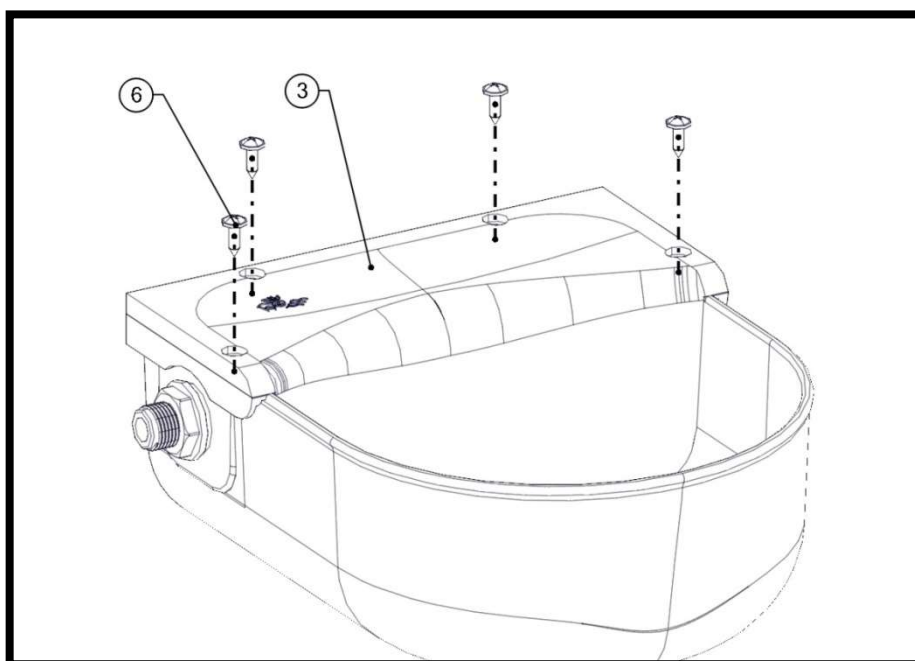

Рис. 5
- 6) Закройте крышку чаши поз.3 рис.5 и закрутите саморезы поз.6. На рис.5 стойка и подводящая магистраль не отображены.